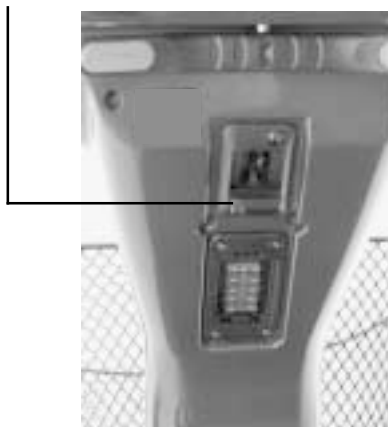

Figura 9. Regolazione manubrio
1. Sollevare la leva regolazione manubrio. Si veda figura 9.